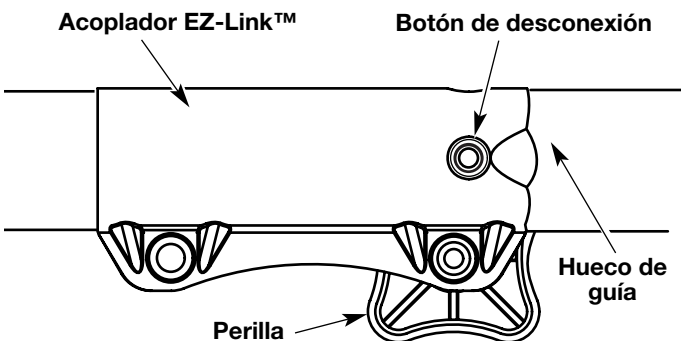

Fig. 23
1. Gire la perilla en sentido antihorario para aflojarla (Fig. 23).
2. Opima y sostenga el botón de desconexión (Fig. 23).
NOTA: La alineación del botón de desconexión con el hueco de guía facilitará la instalación (Fig. 23).